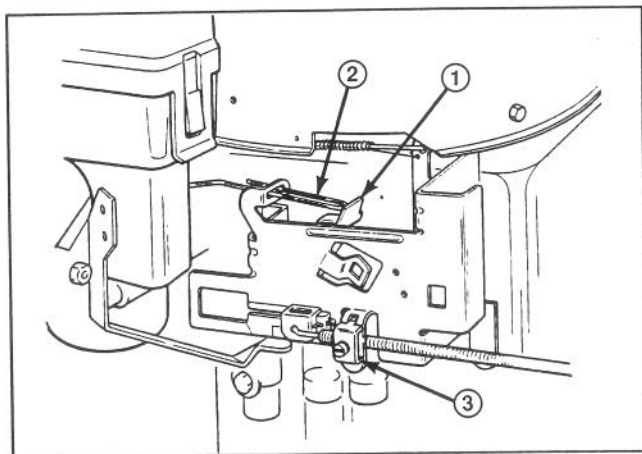

Figure 13
- B. Desserrer la vis de la bague de serrage du câble de la commande des gaz (Fig. 13) et déplacer la gaine du câble de commande et le fil jusqu'à ce que le levier de la commande des gaz touche la tringle du starter.